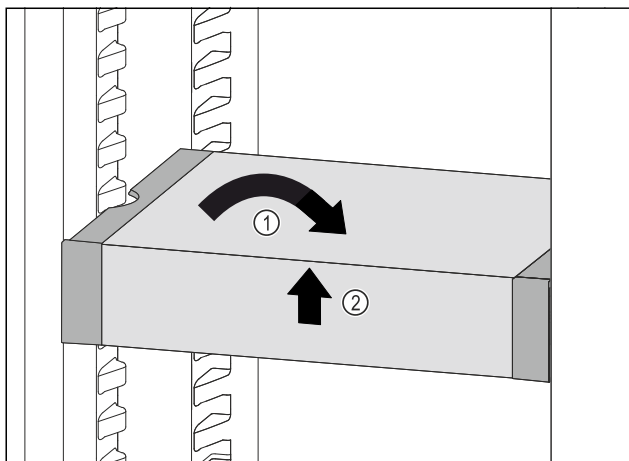

Fig. 177
- Remettre le VarioSafe droit. Fig. 177 (1)
- Soulever la partie avant du VarioSafe. Fig. 177 (2)